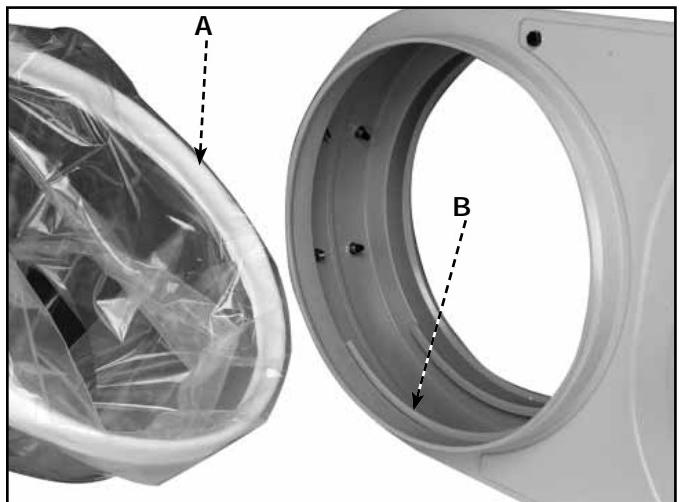

**Fig. 8**
1. Prendre l'anneau de retenue du sac gainé de tissu (A) fig. 8, et l'insérer dans l'ouverture du sac collecteur de poussière en plastique transparent. Enrouler environ 15 cm (6 po) du sac autour de l'anneau de retenue.
2. Insérer le sac dans le grand trou (B) fig. 8, du module moteur-souffleur et insérer l'anneau de retenue (A) fig. 8, et (A) fig. 9, dans la rainure inférieure (B) fig. 9. Au besoin, plier l'anneau pour l'insérer en place.